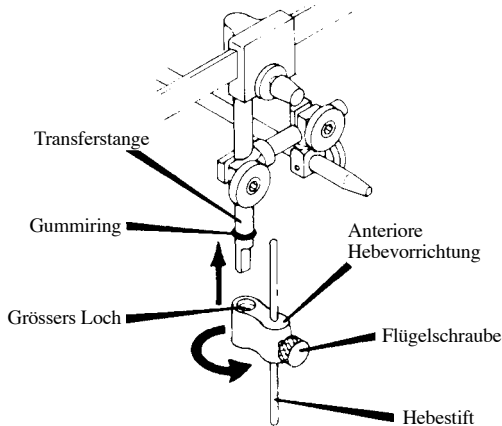

Abbildung 13
12. Der Anterior Elevator, 010358-000, gleitet auf die Transferstange (siehe Abbildung 13). Das größere Loch zuerst plazieren und den Elevator auf den Gummiring schieben, wobei der Hebestift und die Flügelschraube nach vorn zeigen. Den Hebestift in die oberste Position schieben und mit der Flügelschraube befestigen.